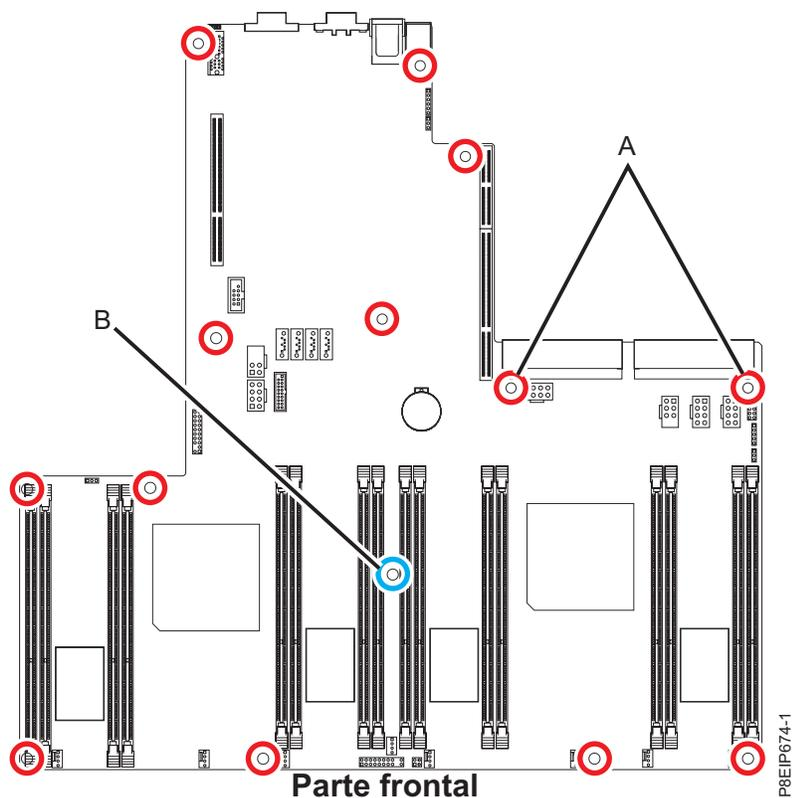

Figura 71. Ubicaciones de los tornillos. Los dos tornillos en (A) son negros y ligeramente más largos. Un tornillo largo en (B) sujeta el adaptador PCIe.
13. Alinee y atornille los 14 tornillos en la placa posterior del sistema. Las ubicaciones de los tornillos se muestran en la Figura 71 en la página 61.